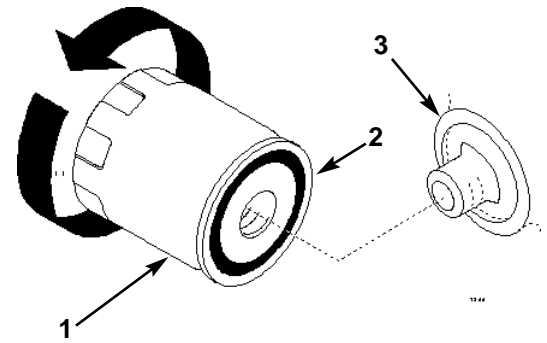

Figure 34A
4. Poser le filtre de rechange sur l'adaptateur. Tourner le filtre dans le sens des aiguilles d'une montre jusqu'à ce que le joint en caoutchouc touche l'adaptateur, puis visser encore le filtre d' $1/2$ tour (Fig. 34A).
5. Verser approx. 80% de la quantité d'huile spécifiée dans le tube de remplissage (Fig. 34A), puis contrôler le niveau; se reporter à la section *Contrôle du niveau d'huile*.
2. Déposer le filtre usagé et essuyer la surface du joint de l'adaptateur (Fig. 34A).
3. Appliquer une fine couche d'huile neuve sur le joint en caoutchouc du filtre de rechange (Fig. 34A).